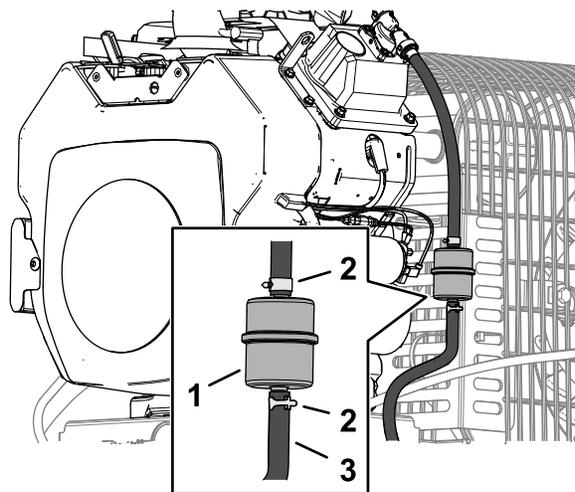

図 40
3. 古いフィルタのクランプをゆるめて脇に寄せる (**図 40**)。
5. 新しいフィルタをホースに取り付け、クランプで固定する **図 40**。
3. 燃料フィルタについているクランプをゆるめ、フィルタからはずす **図 40**。
4. 燃料フィルタから燃料ホースを抜き取る **図 40**。
注 落ちてくる燃料を燃料容器または廃油受けに受ける **図 40**。
5. フィルタに燃料ホースをつなぎ、クランプで固定する (**図 40**)。